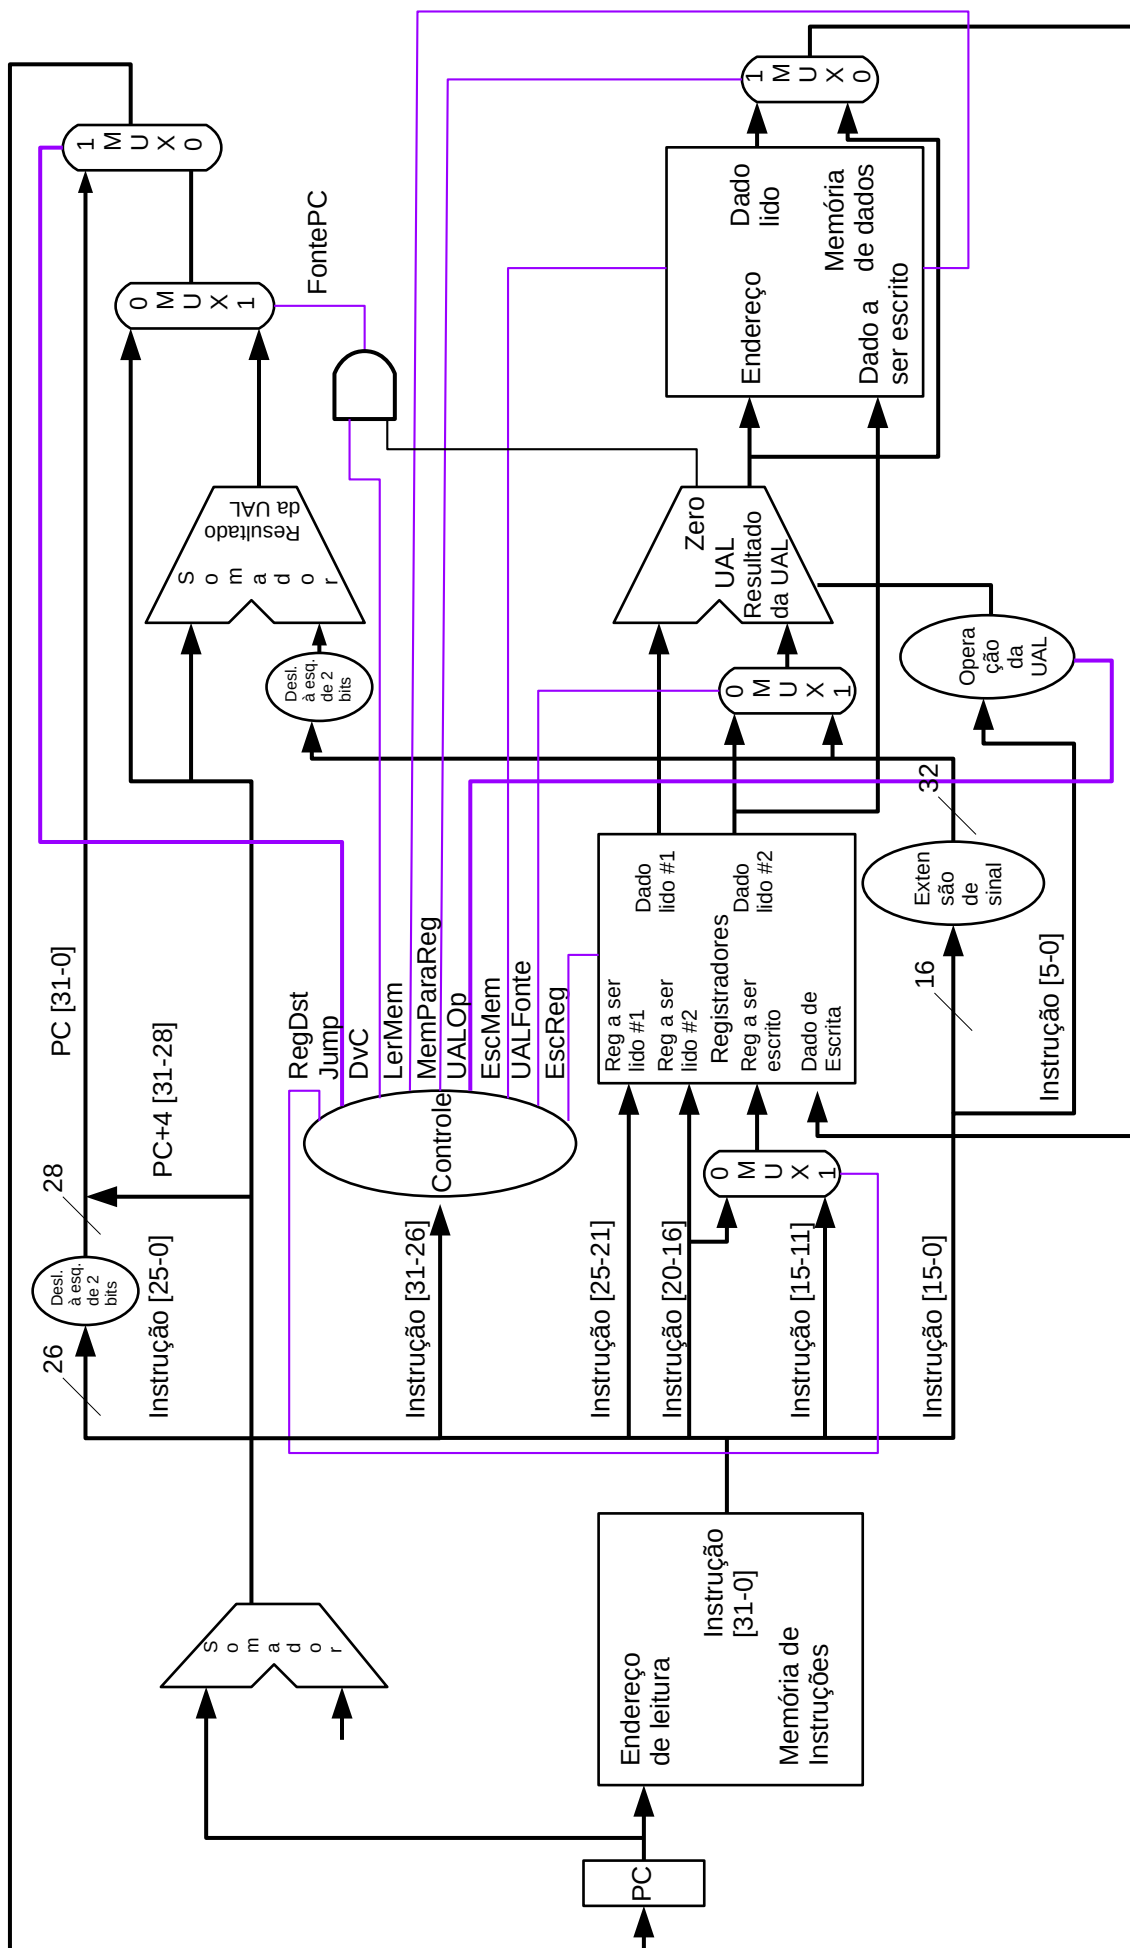

Figura 3: Diagrama de blocos do processador monociclo
**Questão 04** (3,0 pontos, 20 min.) – Seja a instrução `lw $t1, 24($t0)` (`lw rt, imm(rs)`, opcode `0x23`) no endereço `0x0040 001C`. **(A)** Converta a instrução para linguagem de máquina, apresentando os campos. **(B)** Explique detalhadamente com esta instrução é executada pelo processador monociclo (use as tabelas 1 e 2 e o diagrama de blocos do processador na figura 3). Apresente na figura os sinais de controle. Escreva um texto explicando como a instrução é executada. **(C)** Quais os valores na saída dos somadores e da UAL? Considere que o registrador  $\$i$  possui o valor  $i$ . Considere que toda a memória de dados é preenchida com zeros.